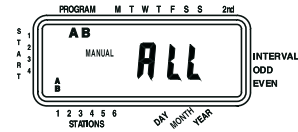

Ilustración 10: Riego semiautomático para las estaciones asignadas a los programas A y B
- Haga girar el dial a AUTO, luego oprima la tecla MANUAL. La pantalla mostrará "AB", "MANUAL" y "TODAS" aparecerá intermitente [vea la ilustración 10]. Esto indica que todas las seis (o doce) estaciones en los programas A y B regarán de una manera semiautomática durante los períodos asignados en secuencia.